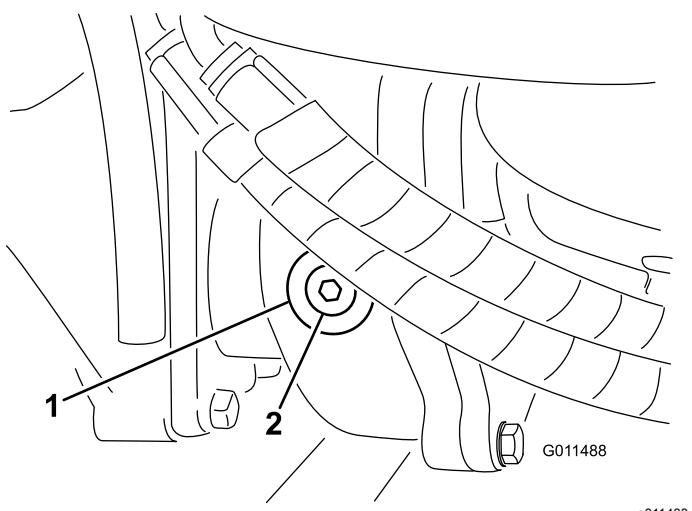

Figura 18
2. Retire o tampão de verificação/enchimento que se encontra na zona esquerda da caixa de engrenagens e certifique-se de que existe lubrificante até ao fundo do orifício (Figura 18).